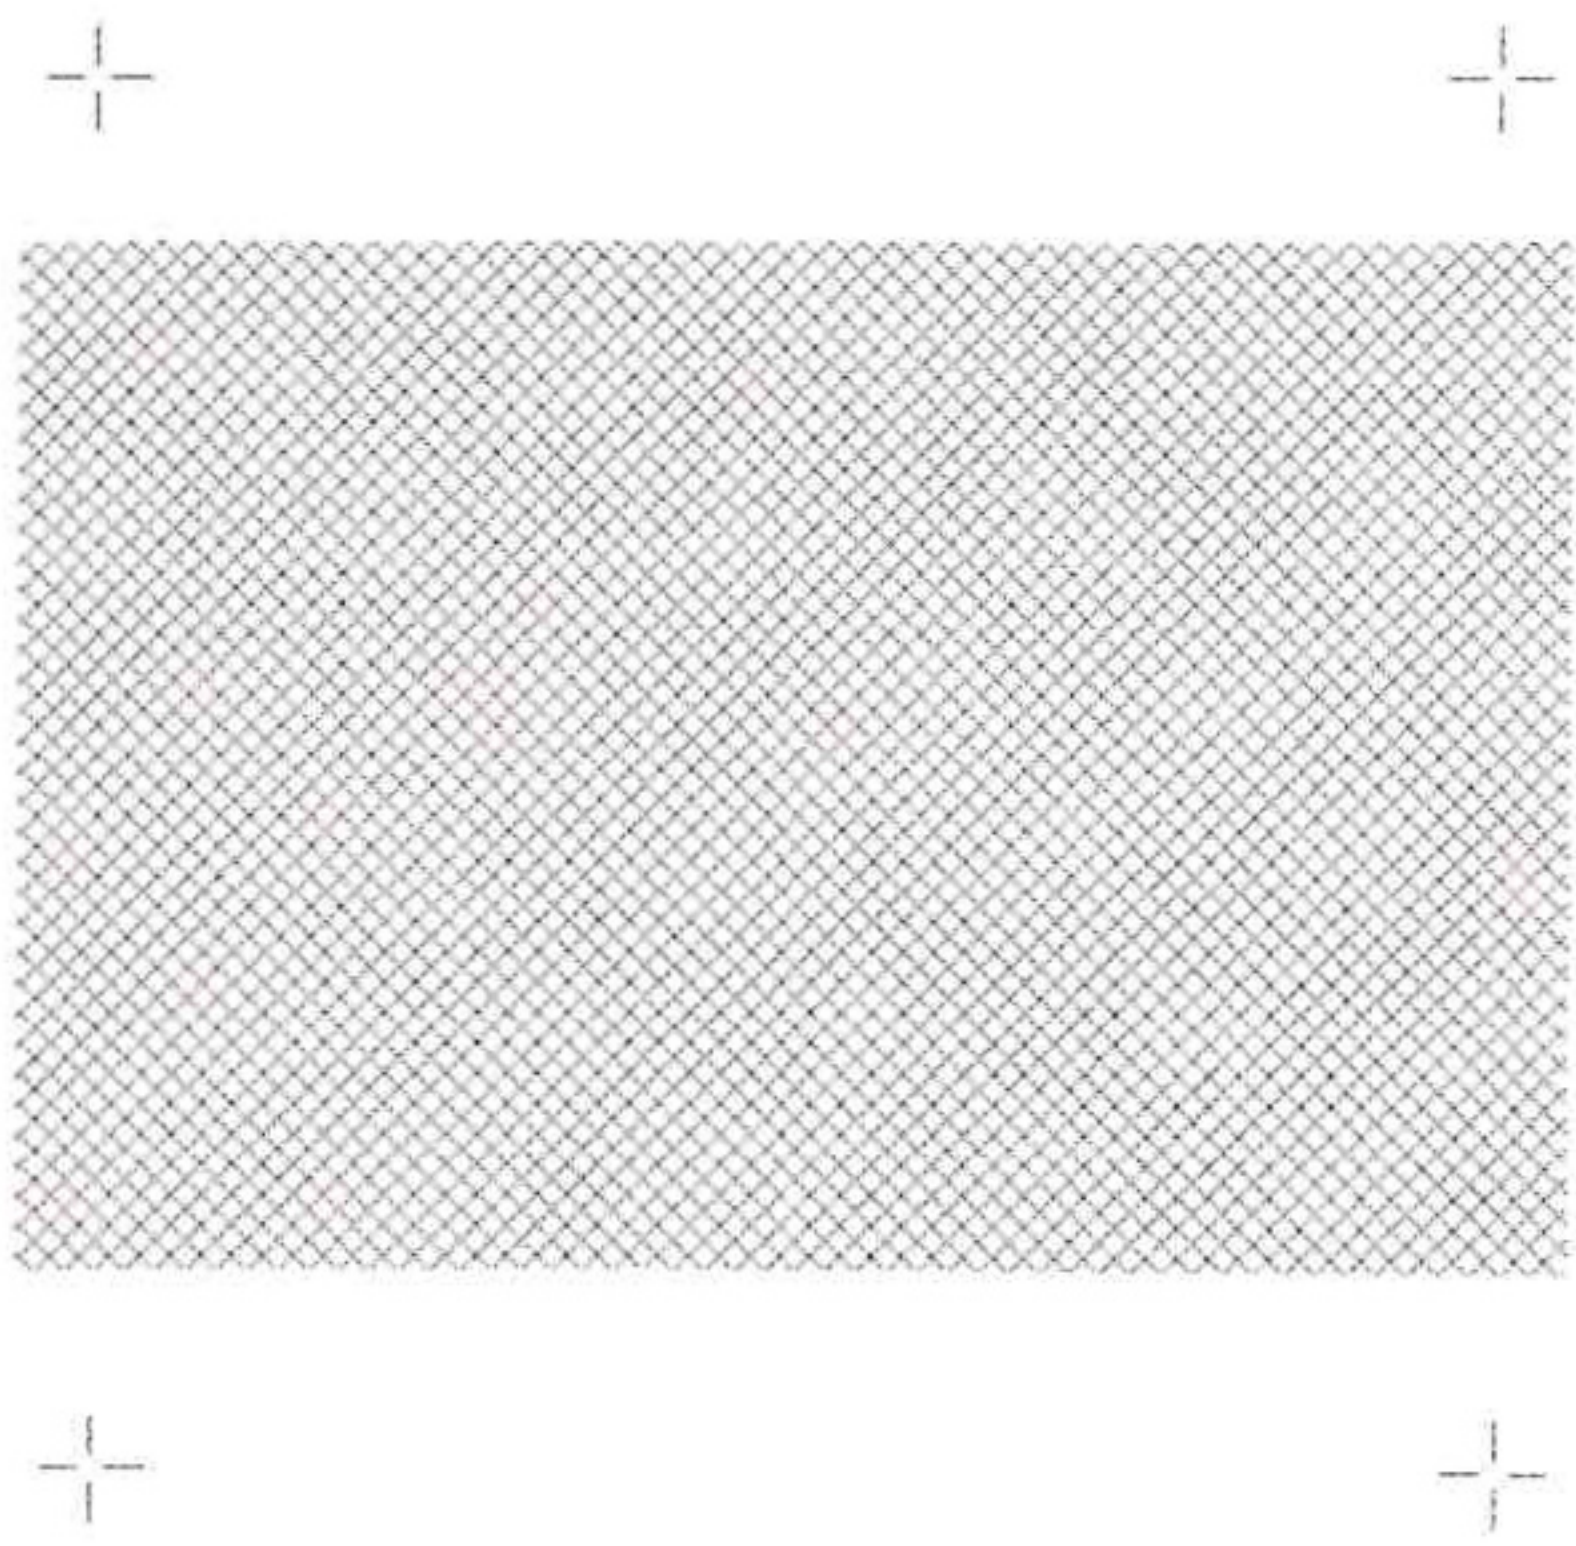

図1 CADで設計
- ① 記録用のフィルムとメッキができるトナーを準備する。
- ② CADで回路を設計する。(図1)